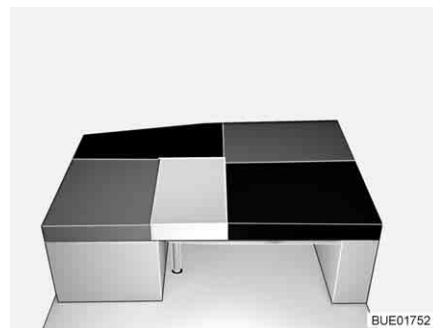

Fig. 129 Après la transformation
- Poser le coussin de dossier du siège latéral/de la banquette latérale sur la table (entre le coussin d'assise du siège latéral/de la banquette latérale et le coussin supplémentaire, voir Fig. 129).